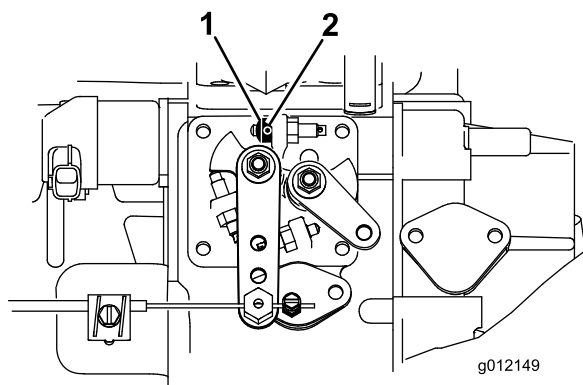

Рисунок 6
1. Ослабьте установочный винт на упоре дроссельной заслонки (Рисунок 6).
2. Сдвиньте упор дроссельной заслонки на винт упора высокой частоты холостого хода (Рисунок 6). Упор дроссельной заслонки должен быть обращен скошенным концом наружу.